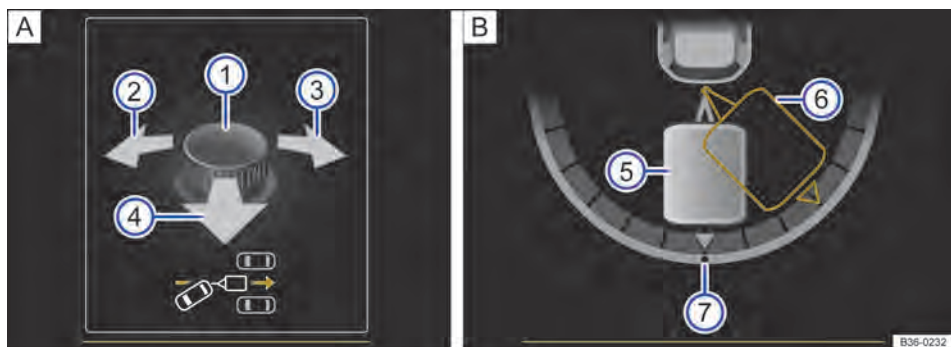

Fig. 194 No display do instrumento combinado, comandar o assistente de manobras do reboque: **A** ajustar ângulo; **B** conduzir em marcha a ré.
Legenda para Fig. 194:
- O assistente de manobras do reboque guia o reboque automaticamente para a direção ajustada → Fig. 194. O condutor comanda os pedais.
- Rebater o botão rotativo na direção desejada até que a direção desejada seja alcançada → Fig. 194 .